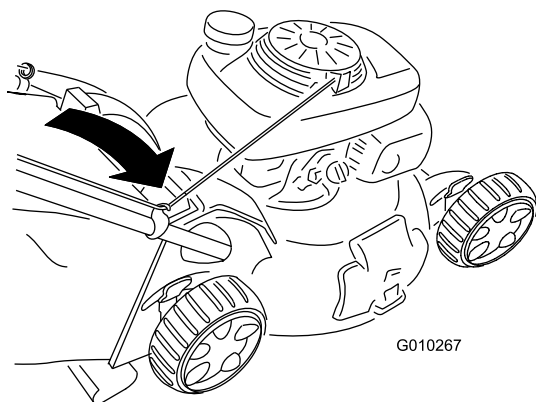

Рисунок 32
2. Проложите трос стартера вокруг нижней направляющей троса (Рисунок 32).